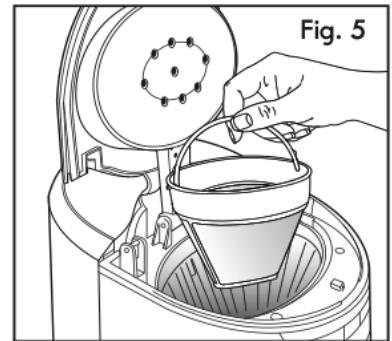

Fig. 5
6. Aprire il coperchio del filtro. Posizionare il filtro permanente oppure un filtro di carta adatto (misura 4) nel portafiltro (Fig. 5).